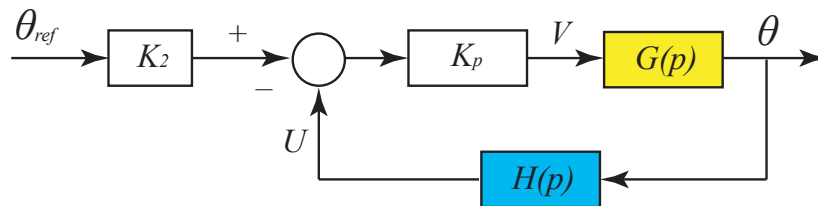

Рис. 2: Schéma de commande en boucle fermée pour la régulation de la température du four avec un correcteur proportionnel de gain K_p .
Fig 2 illustre le schéma de commande en boucle fermée pour la régulation de la température du four avec un correcteur proportionnel de gain K_p . Dans ce schéma θ_{ref} représente la consigne, i.e. température désirée.
- 11- Expliquer le rôle du gain K_2 en aval de la consigne θ_{ref} dans le schéma de commande de Fig 2.
- 24- Programmer sur Simulink le schéma de commande de Fig.2. Tracer les réponses indicielles avec $\theta_{ref} = 1200^\circ C$ pour $K_p = 1$ et $K_p = 10$. → Remarque: temps de simulation 70000 secondes